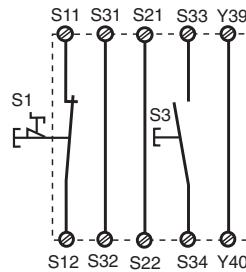

Fig. 3: Circuito de entrada monocanal, rearne supervisado/Circuito di entrata monocanale, start controllato/Eenkanalig ingangscircuit, bewaakte start
• Fig. 3, 4, 5, 6, 9: S13-S14 **no** conectado
- Fig. 3, 4, 5, 6, 9: **nessun** colleg. S13-S14
- Fig. 3, 4, 5, 6, 9: **geen** verbinding S13-S14